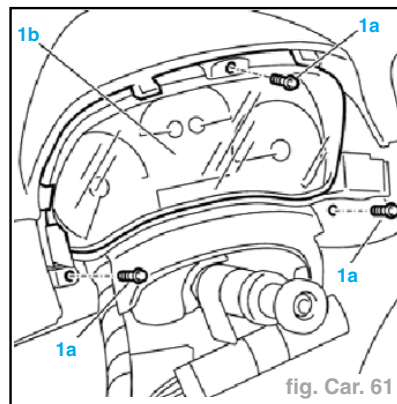

fig. Car. 61
- Dévisser les trois vis de fixation (1a) et enlever le combiné de bord (1b) du logement (fig. Car. 61).